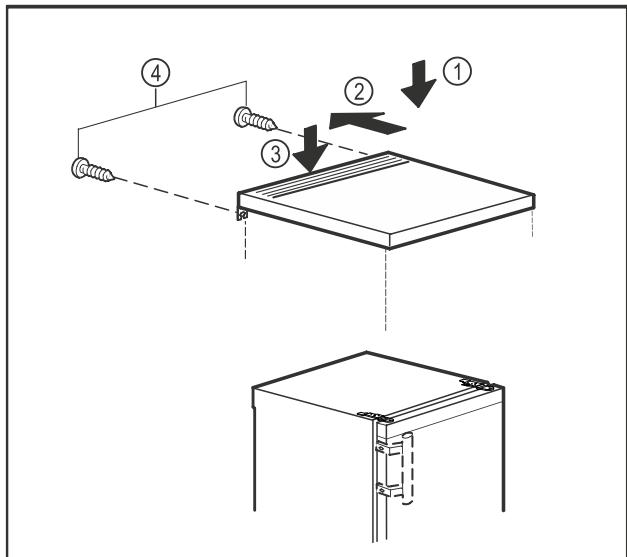

Fig. 11
- Положите столешницу на устройство. Fig. 11 (1)
- Сдвиньте столешницу назад. Fig. 11 (2)
- Нажмите на столешницу сзади вниз. Fig. 11 (3)
- Затяните винты на задней стенке. Fig. 11 (4)